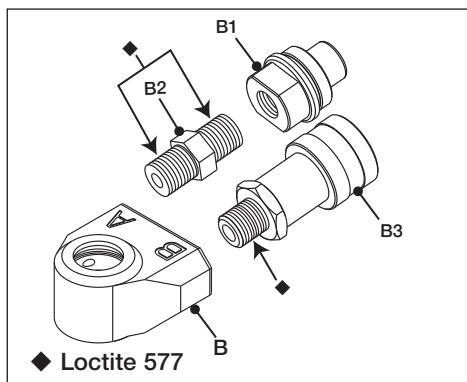

Figura 19
- Applicare il sigillante Loctite 577 sulle filettature del raccordo femmina (B3) e sull'adattatore (B2). Per le posizioni, vedere (◆) nella Figura 19.